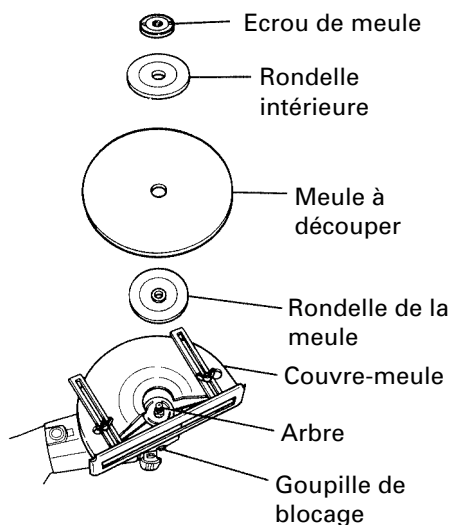

Fig. 2
Contrôler que la goupille de blocage est bien dégagée en poussant deux ou trois fois sur celle-ci avant de mettre l'appareil sous tension (voir Fig. 2).
1. Montage (Fig. 2 et 3)
- (1) Retourner la machine de manière à avoir l'arbre dirigé vers le haut.
- (2) Poser la rondelle de meule sur l'arbre.
- (3) Ajuster la saillie de la meule à découper sur la rondelle de meule.
- (4) Poser la rondelle intérieure sur la meule à découper et visser l'écrou de meule sur l'arbre.
- (5) Introduire la goupille de blocage pour empêcher la rotation de l'arbre et serrer l'écrou de meule avec la clé accessoire, comme le représente la Fig. 2.